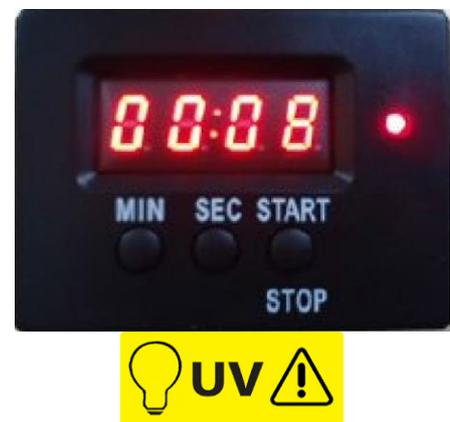

Fig. 8
4. Impostare sul temporizzatore (Fig. 8) il tempo di ciclo necessario tramite i pulsanti MIN e SEC (vedi 7.2).